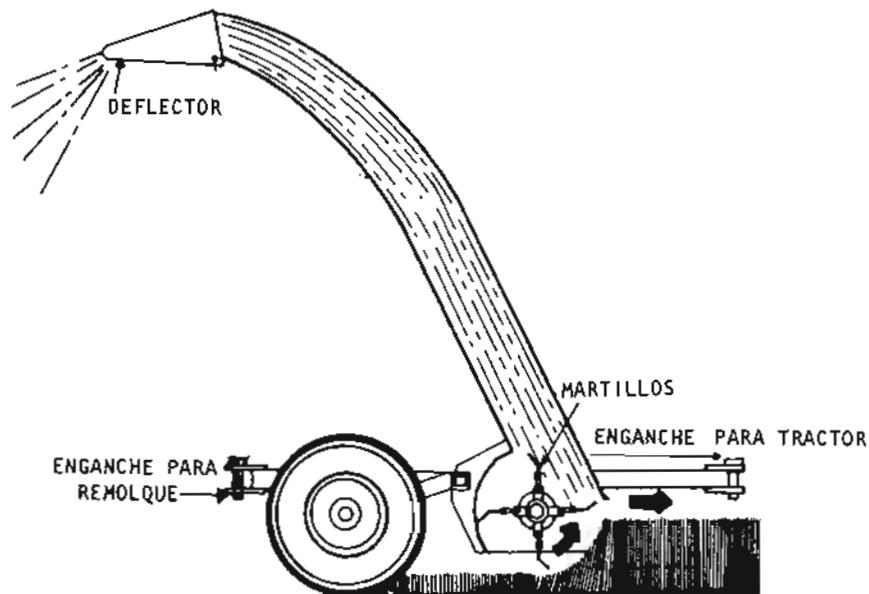

Fig. 1
- 1o Paso - *Acople el apero (fig. 1).*